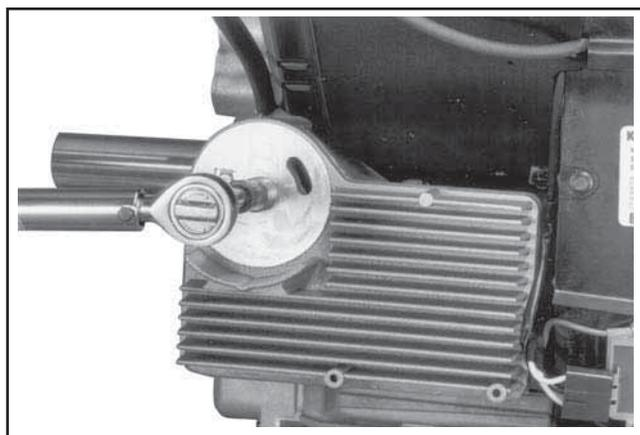

Figure 11-99. Serrage du mamelon du filtre à huile (échangeur de refroidissement monté sur le carter moteur).
1. Remonter l'échangeur de refroidissement d'huile dans le moteur (si présent). Monter un nouveau joint entre l'échangeur de refroidissement et la plaque de fermeture. Serrer l'adaptateur du mamelon à $27 \text{ N}\cdot\text{m}$ (20 pieds lb). Voir les Figures 11-99 et 11-100.